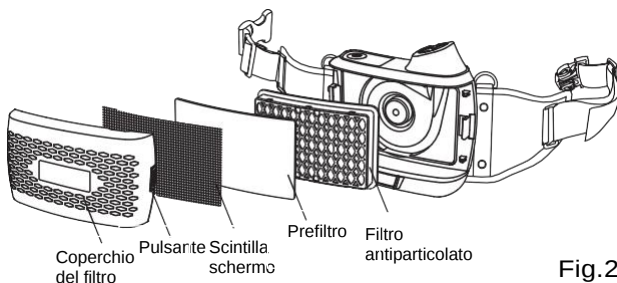

Fig.2a
- Installare il filtro secondo quanto indicato in Fig. 2a.